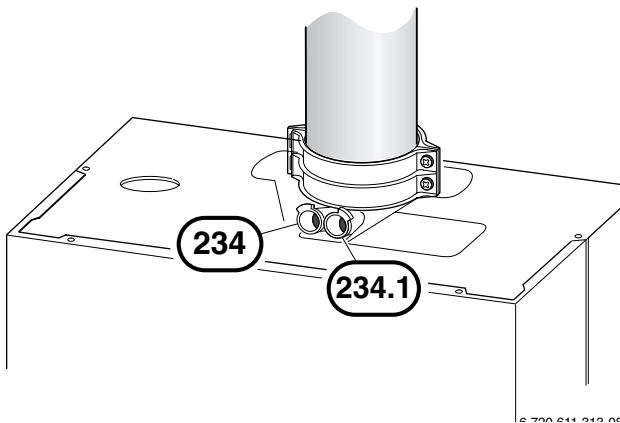

Bild 53
- ▶ Verschluss-Stopfen am Mess-Stutzen für Verbrennungsluft (234.1) entfernen (Bild 53).
- ▶ Verschluss-Stopfen am Mess-Stutzen für Abgas (234) entfernen (Bild 53).